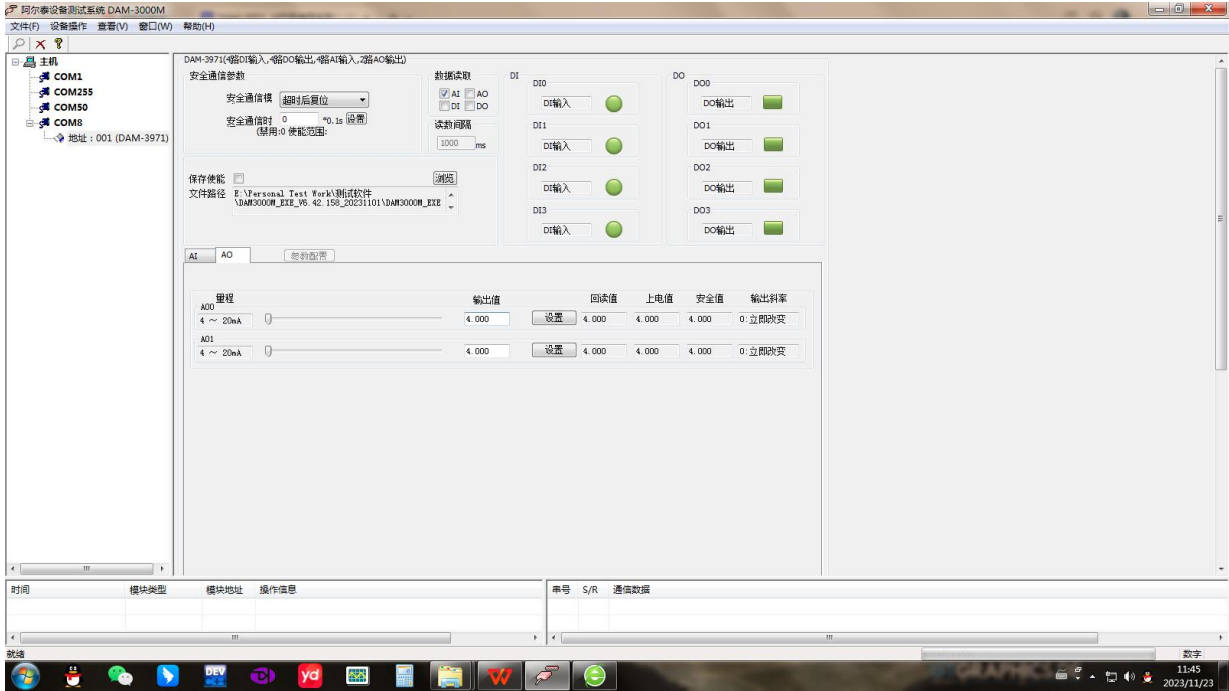

图 21
11) 模拟量、开关量输出设置；如图 21 中，在 AO 选项卡中设置每通道的输出值；在 DO 选项卡中设置每通道的输出状态。